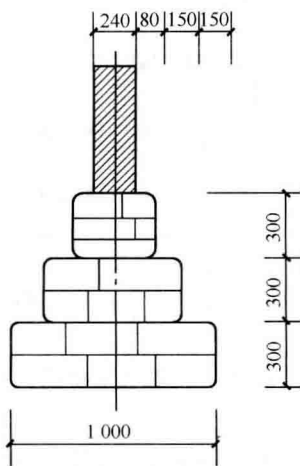

图 1-2 砌石基础构造图
实例 砌石基础构造图 (图 1-2)
- (1) 台阶形的砌石基础每个台阶至少有两层砌石，所以每个台阶的高度要求不小于 300 mm。
(2) 为了保证上一层砌石的边能压紧下一层砌石的边块, 每个台阶伸出的长度不应大于 150 mm, 如图 1-2 所示。按照这项要求, 做成台阶形断面的砌石基础, 实际的刚性角小于允许的刚性角, 因此往往要求基础有比较大的高度。有时为了降低基础的高度, 可以把断面做成梯形。